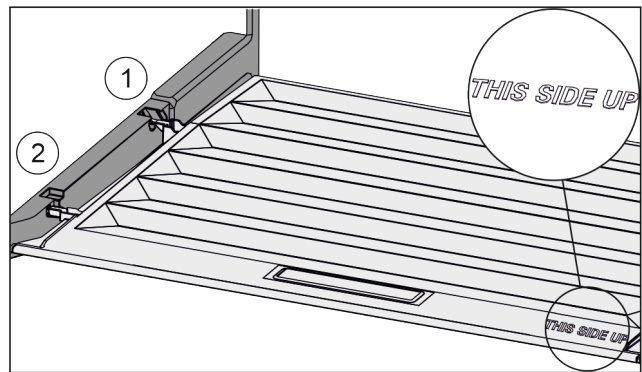

Fig. 117
- ▶ Вставити поперечні ребра через отвір заднього тримача Fig. 117 (1) і зафіксувати спереду у тримачі Fig. 117 (2).